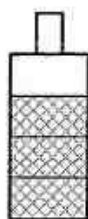

図 4.3.4 概略電池容量表示
- ① この二次電池を0℃付近で使用すると、使用時間が著しく短くなりますので、使用環境にご注意下さい。
- ② UI-23 本体の電池カバーを4.3.1で説明した方法に従って開けて下さい。
- ③ 充電した二次電池を4.3.1で説明した方法に従ってUI-23 本体に入れて、電池の出力コネクタをUI-23 本体の電池コネクタにカチッという音が聞こえるまで押し込んで下さい。
- ④ UI-23 本体前面の電源キーを押して、このキーの上のパイロット・ランプが点灯することを確認して下さい。
- ⑤ 電源キーを1秒以上押して下さい。約5秒後にブルーバック画面が出てきますので、その間お待ち下さい。もし、異常（焦げ臭い匂い、煙、異音等）が感じられた場合は、直ちに電源キーを押して電源をオフにして下さい。その後、UI-23 の裏蓋を開けて、電池を取り出して下さい。
- ⑥ さらに約30秒後に探傷図形が主要探傷条件と共に表示されます。図4.3.1に示すように、この画面の右下に電源容量を示すバーグラフが表示されますので、容量を確認して下さい。電源容量を示すバーグラフは、[A]と[B]の二つがありますが、指示は、[A]、[B]及び[DC]の3種類があります。十分に充電された電池パックが2個装着されている場合は、[A]と[B]のバーグラフが緑色、電池パックが1個装着されている場合は、[A]又は[B]のバーグラフだけが緑色に表示されます。UI-23 が電池を動作させている場合、このバーグラフは二次電池の残余の概略容量を表示します。この場合のバーグラフ表示の意味は、図4.3.4に示す通りです。
この時、表示器の探傷画面の横下に表示される電源電圧を示すバーグラフ（図4.3.4参照）の[B]は黒、[A]は3/4以上緑が表示されるので確認して下さい。